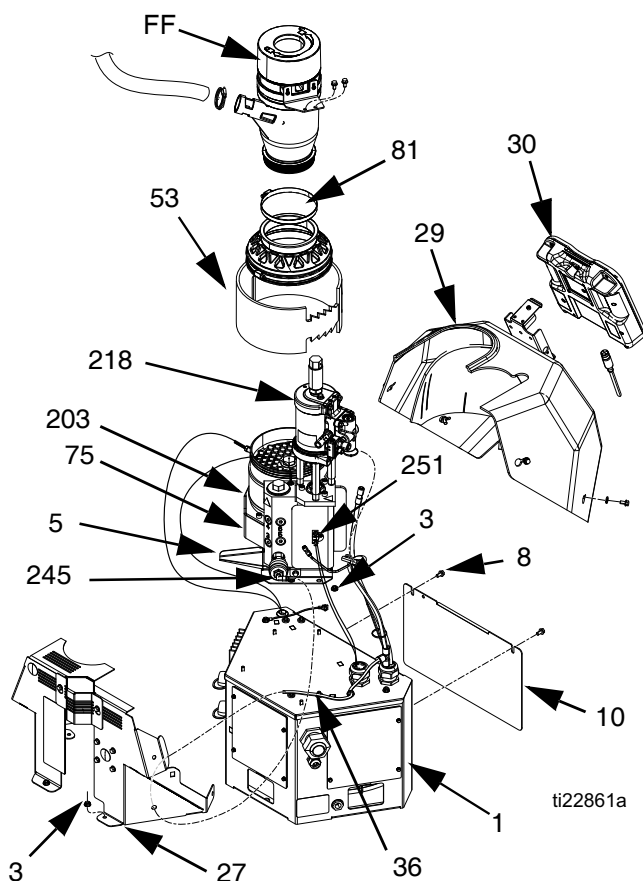
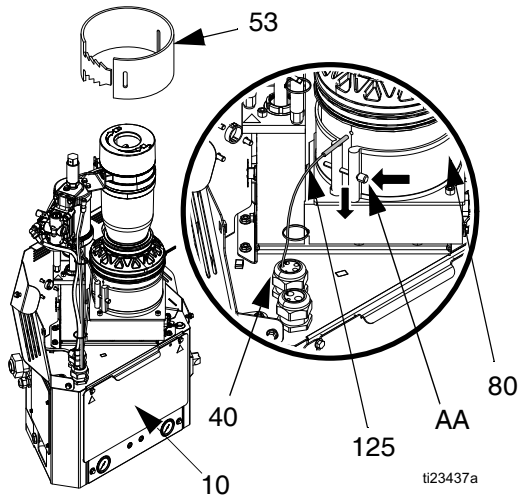

FIG. 37
FIG. 40
5. Retirer le câble de l'ADM (30), puis faire glisser en avant la protection (29) et la retirer du système.
6. Retirer les vis (8), puis la porte frontale d'accès au boîtier électrique (10).
8. Retirer le tuyau d'air (36) de la vanne de décompression (245). Retirer le tuyau d'air de la protection en métal (27).
9. Retirer les écrous (3) de la protection en métal (27), puis retirer la protection.
10. Déposer l'isolateur en tissu (53) du compartiment de fusion.
11. Desserrer la vis (AA), puis retirer le capteur (125). Voir la FIG. 40, page 68.
12. Desserrer le collier de serrage (81) du flexible, puis enlever l'entonnoir (FF).
13. Retirer les connecteurs de câble de l'interrupteur de surchauffe (251).
14. Retirer les isolateurs (53, 75) de l'ensemble du compartiment de fusion (5).
15. Débrancher le câble du capteur de remplissage (20). Voir **Remplacement du capteur de remplissage**, page 73.
17. Retirer le tuyau d'air du moteur pneumatique (218).
### Démontage (voir FIG. 40) :
4. Retirer le tuyau d'air (36) de la vanne de décompression. Pousser le tuyau d'air dans la protection en métal (27).
5. Retirer les écrous (3), puis retirer la protection en métal (27). Voir la FIG. 37, page 65.
6. Retirer l'isolateur du compartiment de fusion en tissu (53).
7. Desserrer la vis (AA), puis retirer le capteur (125).
8. Retirer la porte d'accès au boîtier électrique (10).
9. Débrancher le câble du capteur de température du connecteur du MZLP étiqueté J5. Voir la FIG. 40.
### Montage (voir FIG. 40) :